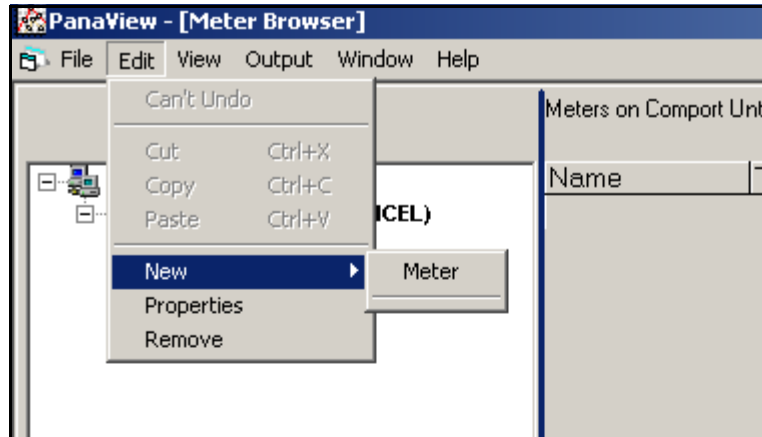

Рис. 35: Опция *New* в меню *Edit*
2. Выберите опцию *New* в меню *Edit* (см. Рис. 35 внизу).